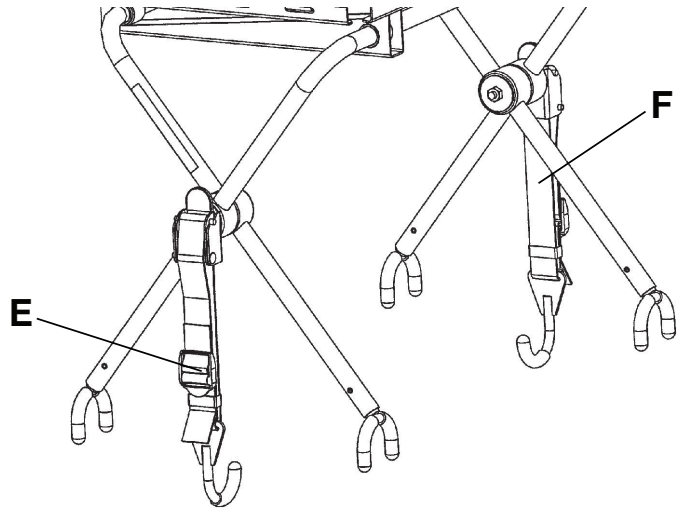

Figura 29 – Prender a plataforma do desfibrilador à maca
- Prenda as correias (E) para segurar o desfibrilador na plataforma do desfibrilador (Figura 29).